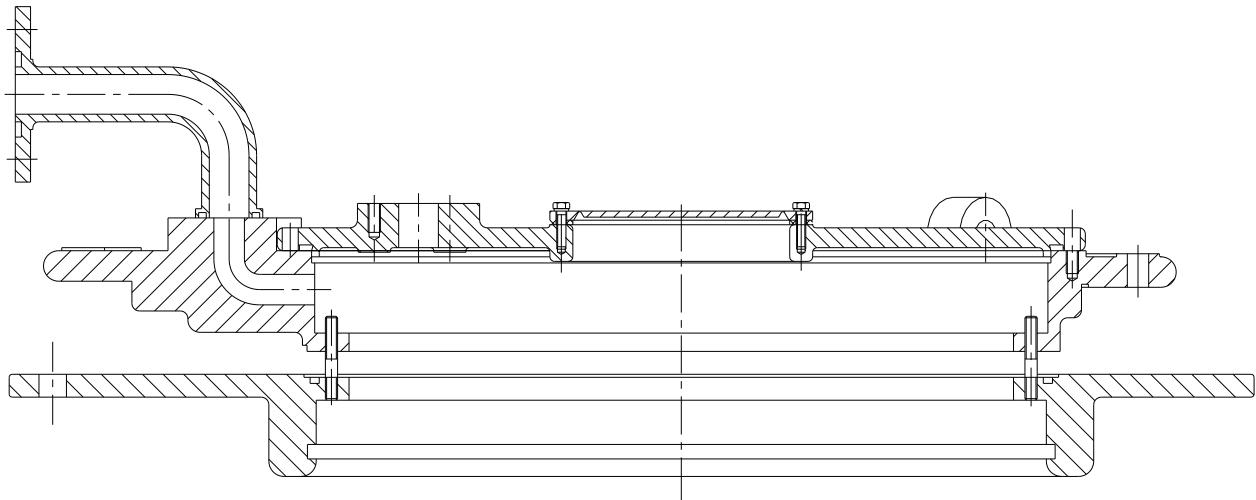

图 5-15
5. 将分接开关安装到头部安装法兰上。注意两根定位螺钉（加长）定位并且安装法兰上，这样做可保证开关安装在正确位置上。（见图 5-15）